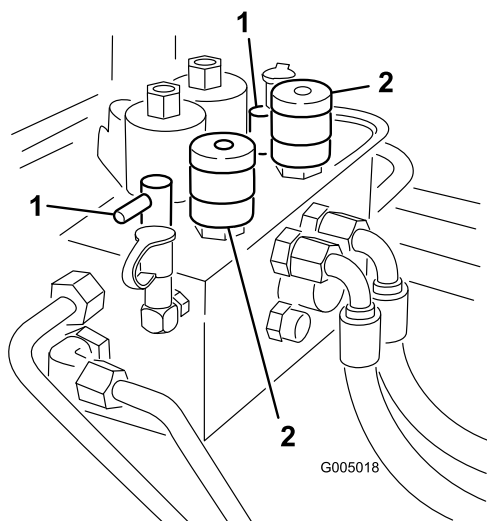

Figura 83
3. Localize os manípulos selectores de velocidade dos cilindros e os manípulos de rectificação (Figura 83). Rode os manípulos (ou manípulo) de rectificação desejados para a posição de rectificação e os manípulos (ou manípulo) selectores de velocidade dos cilindros que pretende para a posição 1.